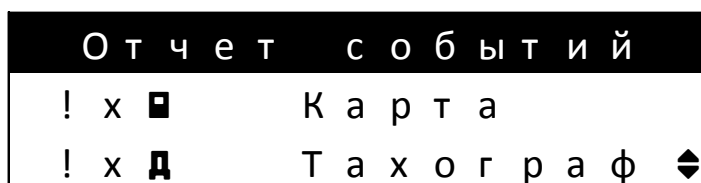

Рисунок 7.1.4 - Окно выбора отчета о событиях и ошибках, сохраненных в тахографе
7.1.9 Окно выбора отчета о событиях и ошибках, сохраненных в тахографе (рисунок 7.1.4).